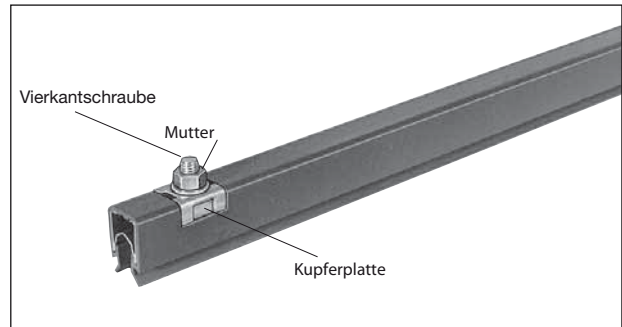

Bild 15
3) Klemmbügel (Kupfer) aufsetzen und mit Scheibe und Mutter anziehen (Bild 15) max. Anzugsmoment 2 Nm. (Darauf achten, dass das Stromschienen- und Isolierprofil am Ende genau bündig sind.)